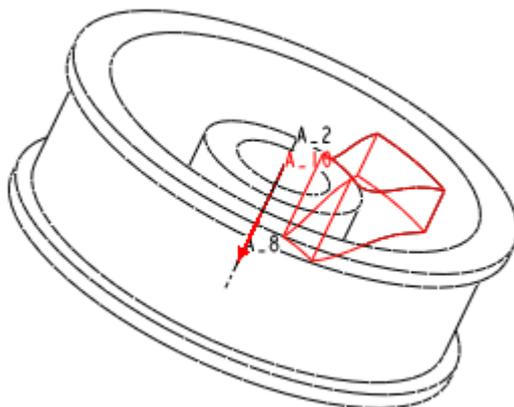

图 53-14
- (1) 单击菜单【编辑】 【特征操作】，在打开的【特征】菜单中单击【复制】 【移动】 | 【选取】 | 【独立】 | 【完成】。
- (2) 在模型树或在图形窗口中选择步骤 5 建立的特征，单击【选取特征】菜单中【完成】，在弹出的菜单中选择【旋转】 【曲线/边/轴】。
- (3) 如图 53-14 所示，选择基准轴线 A_2 为旋转参照。